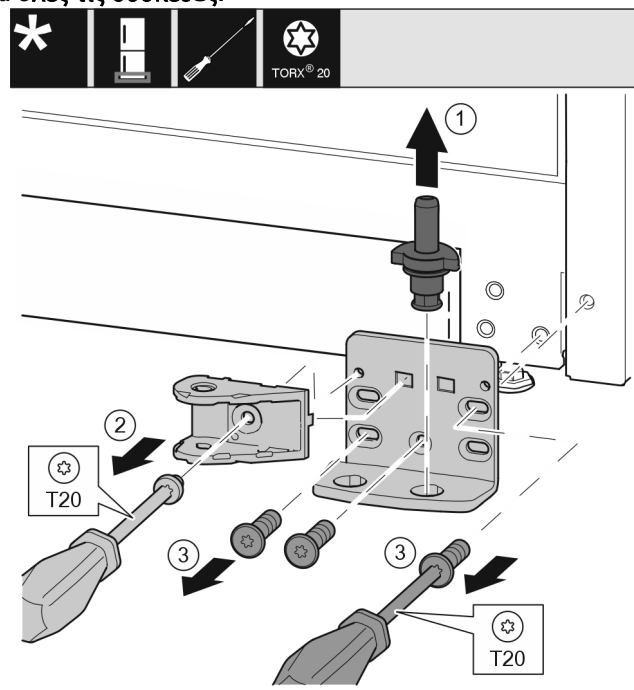

Fig. 34 \*
- ▶ Τραβήξτε έξω ολόκληρο τον πείρο προς τα επάνω. Fig. 34 (1)\*
- ▶ Ξεβιδώστε τη βίδα με κατσαβίδι T20 και αφαιρέστε τη σύνδεση του αποσβεστήρα κλεισίματος. Fig. 34 (2)\*
- ▶ Ξεβιδώστε τις βίδες με κατσαβίδι T20 και αφαιρέστε το στήριγμα. Fig. 34 (3)\*